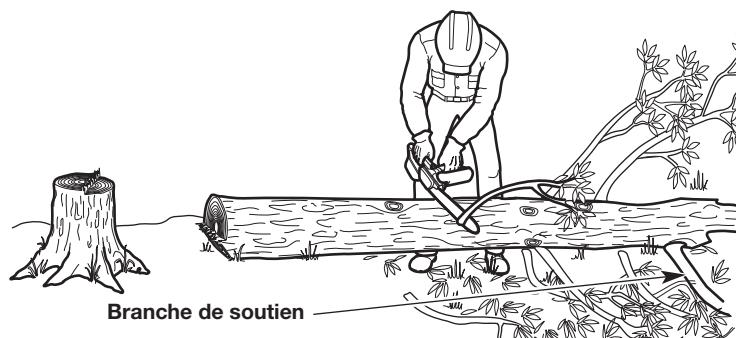

Fig. 16
- Laissez les grosses branches de soutien sous l'arbre pour la fin (Fig. 16). Ceux-ci garderont l'arbre au sol pendant le processus d'ébranchage.
- Coupez une branche à la fois. Tenez-vous du côté opposé de l'arbre à partir de la branche (Fig. 16). Gardez le tronc entre l'opérateur et la tronçonneuse. Pour éviter de bloquer la tronçonneuse, les branches sous tension doivent être coupées de bas en haut.